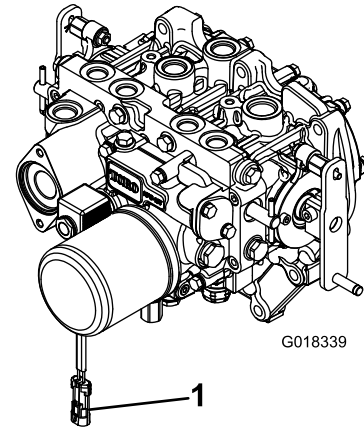

Рисунок 3
2. Отсоедините разъем жгута проводов от разъема катушки электромагнитного клапана механизма отбора мощности (Рисунок 3).
- 8. После подсоединения другого конца ведущего вала к валу редуктора навесного оборудования подсоедините разъем жгута проводов к разъему катушки электромагнитного клапана механизма отбора мощности (Рисунок 3).